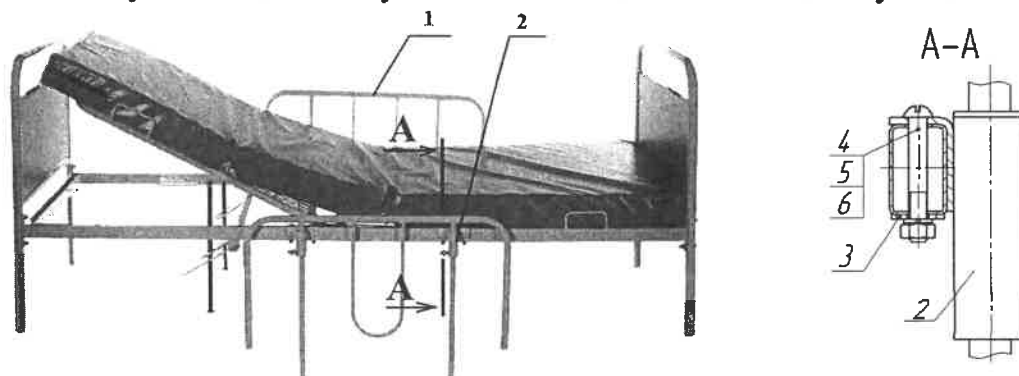

Рисунок 4
4.7 При комплектации барьерами боковыми (см. рисунок 4):